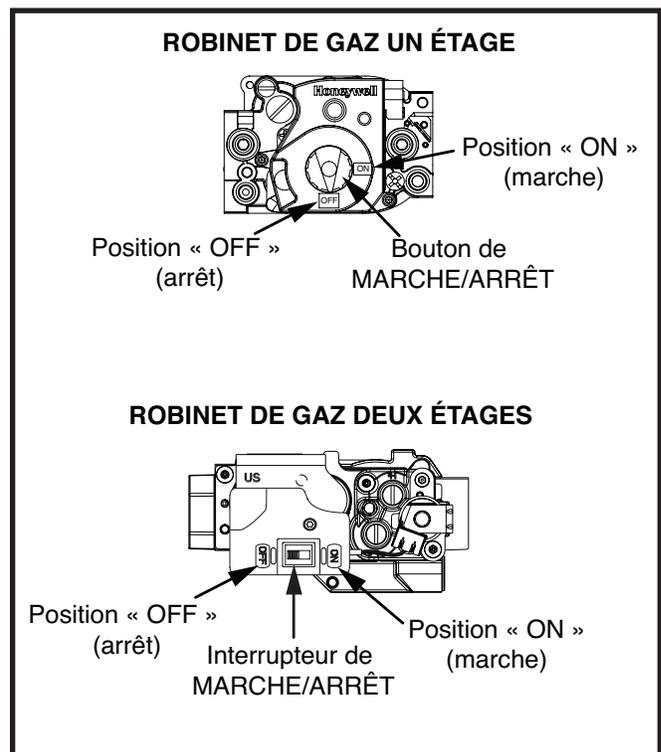

Figure 2. Robinet de gaz
7. Réglez l'interrupteur/bouton de marche/arrêt du robinet de gaz en position OFF (arrêt). Consultez la Figure 2 pour connaître le type de valve de gaz et l'emplacement du commutateur de marche-arrêt.
5. Réglez l'interrupteur/bouton de marche/arrêt du robinet de gaz en position OFF (arrêt). Consultez la Figure 2 pour connaître le type de valve de gaz et l'emplacement du commutateur de marche-arrêt.